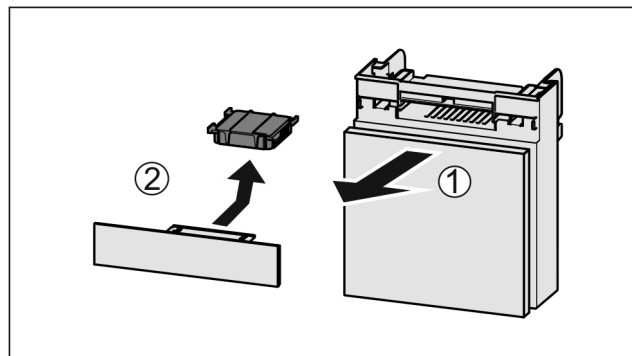

Fig. 195
- ▶ Zásuvku vytáhněte dopředu Fig. 195 (1).
- ▶ Filtr s aktivním uhlím vyjměte Fig. 195 (2).